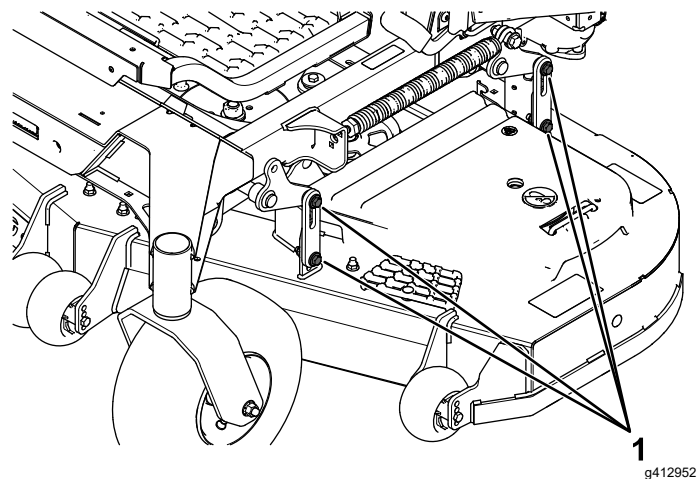

Figure 105
16. Desserrez les boulons (Figure 105) aux quatre coins de sorte que le tablier repose solidement sur les 4 cales.